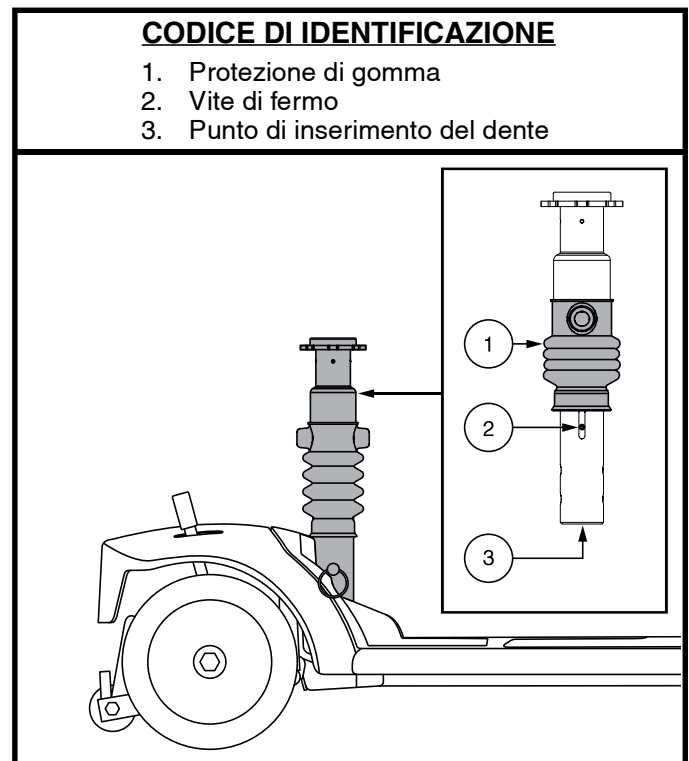

Figura 30. Regolazione della sospensione della sella
Il reggisella agisce da ammortizzatore e può essere regolato per diversi gradi di confort di marcia. Utilizzare le viti di fermo, visibili attraverso la finestrella di regolazione sul lato del montante, come guida per eseguire la regolazione. Far scorrere la protezione di gomma verso la parte superiore del montante per rendere visibili le viti di fermo. **Vedere figura 30.**
3. Inserire una presa da 13 mm con prolunga sul fondo del montante. **Vedere figura 30.**